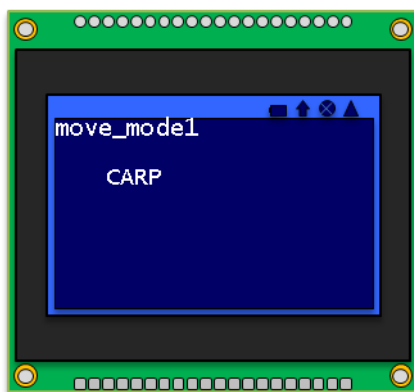

図 2 GLCD1 の表示
- 本モードに切り替わったとき, GLCD1 は図 2 のように, モード名を画面上側, 「CARP」という文字列を画面左上の位置に表示する。なお, 図 2 の初期表示は, SW の状態に関係ないものとする。